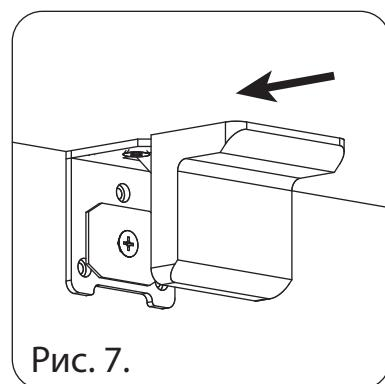

Рис. 7.
1. Прикрутите выдвижной кронштейн при помощи саморезов 3.5x16 в необходимом месте (см. рис. 7)